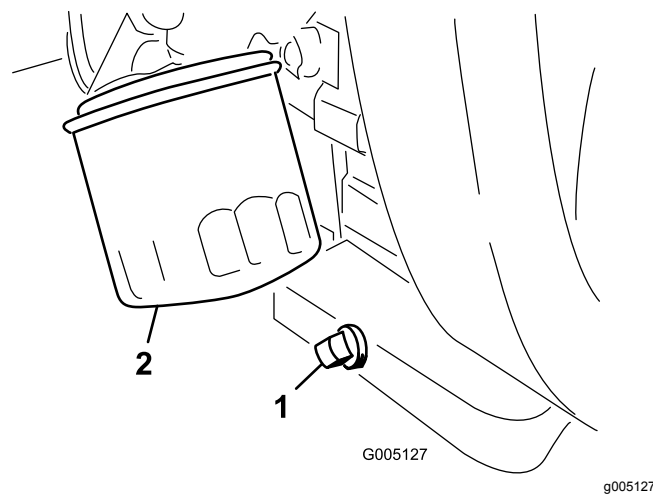

Figura 47
1. Retire o tampão de escoamento (Figura 47) e deixe o óleo escorrer para um recipiente adequado. Quando o óleo parar, volte a montar o tampão de escoamento.
2. Retire o filtro do óleo (Figura 47). Aplique uma leve camada de óleo limpo na gaxeta do novo filtro.